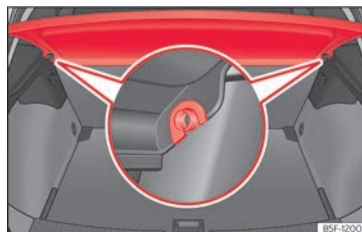

Abb. 188 Im Gepäckraum:
- Ziehen Sie die Gepäckraumabdeckung nach oben aus den seitlichen Halterungen >>> **(Abb. 188)** heraus.
- Führen Sie die Gepäckraumabdeckung horizontal ein, so dass das „Hufeisen“ über der Aufnahmeachse >>> **(Abb. 188)** liegt, und drücken Sie die Abdeckung nach unten, bis sie einrastet.